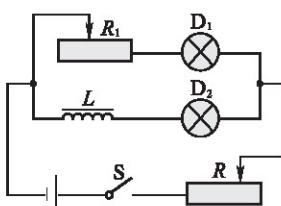

图 1-6-1 通电时的自感
1. 如图 1-6-1 电路所示，先合上开关 S，调节变阻器 R_1 的电阻，使同样规格的两个灯泡 D_1 和 D_2 的明暗程度相同，再调节变阻器 R 使两个灯泡正常发光。然后断开开关 S。